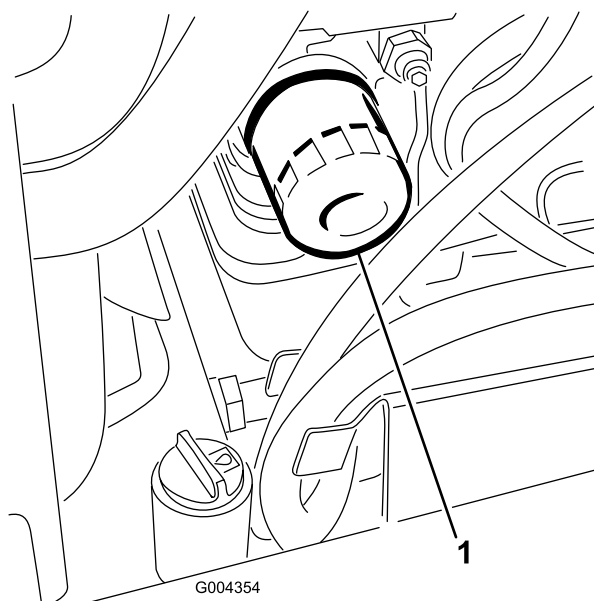

図 34
4. オイルフィルタ(図 34)を外し、フィルタのアダプタガセットの表面をきれいに拭く。